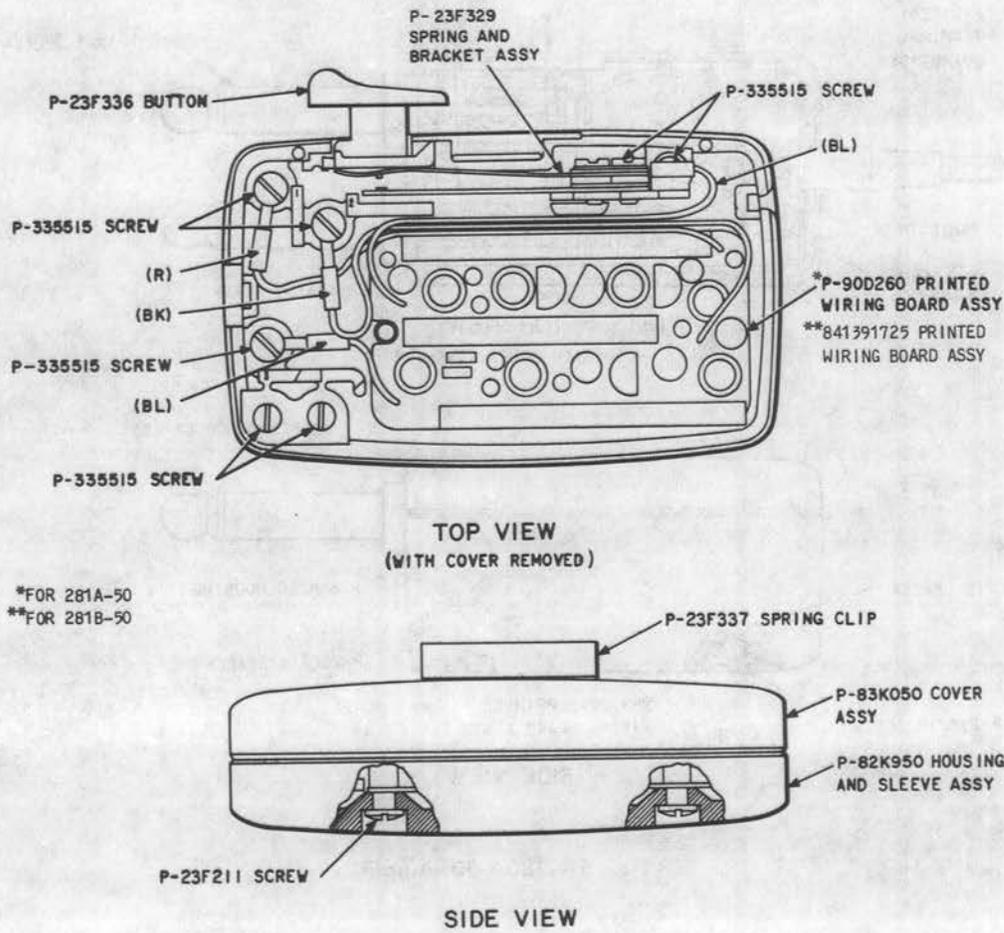

Fig. 7—281A-50 (Mfr Disc.) Amplifier
4.11 **281A-50 (Mfr Disc.) or 281B-50 Amplifier** (Fig. 7): Replace the amplifier as follows: